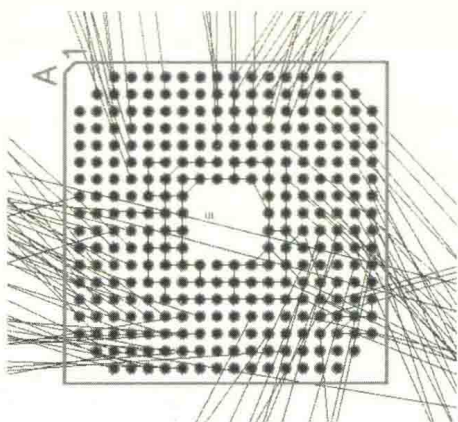

图 13-11 BGA 出线“深度”
(1) 根据设计要求、BGA 出线的“深度”（如图 13-11 所示）、飞线的密度，可以评估需要两个走线层，同时考虑到信号质量，添加单独的 GND（地线）层和 PWR（电源）层来进行设计，所以按照常规叠层“TOP GND02 PWR03 BOTTOM”方式进行叠层。